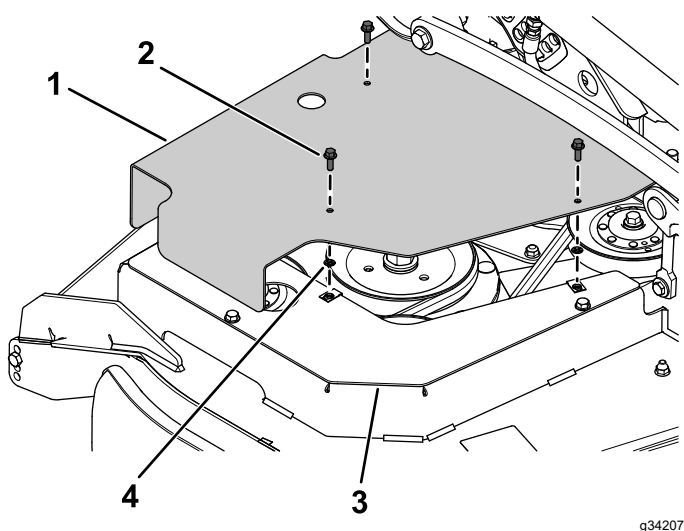

Figura 5
3. En el lado derecho, sujete el protector de las poleas al soporte de montaje del protector de las poleas usando 3 pernos con arandela prensada ($\frac{1}{4}" \times \frac{3}{4}"$) y 3 tuercas rápidas (Figura 5).